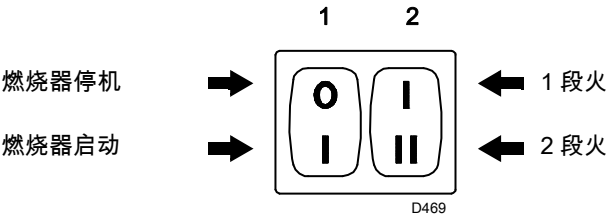
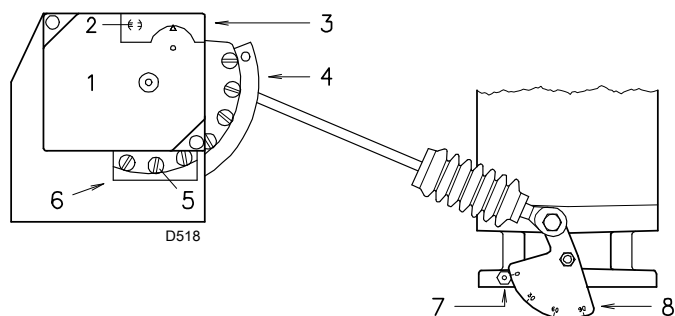

图 28
图 29
- 开关 1（图 28）至“燃烧器启动（ON）”位置；
- 开关 2（图 28）至“1 段火运行”位置。
按上述说明操作，燃烧器处于 1 段火出力运行。现在将开关 2) (图 28) 移动至 2 段火出力位置：伺服马达会开启风门挡板，同时将燃气蝶阀开启至 90°。
通过转动螺丝 5) 逐步调节凸轮 3) (图 29) 的钢带。
将开关 2) (图 28 页 24) 移动至 “1 段火出力” 位置：伺服马达 1) (图 29) 会关小风门挡板，同时将燃气蝶阀角度关至 15°，即工厂设定角度。
- 如果需要增大供气量，转为 2 段火运行，可以按开关 2) (图 28 页 24) 并逐渐平稳地增大橘色杠杆的角度，例如从 15° 逐渐增大至 17°、19°.....
通过转动螺丝 4) 逐步调节凸轮 3) (图 29) 的钢带。
使用开关 1) (图 28 页 24) 将燃烧器停机，转动凸轮中间的螺丝逐渐调节钢带的倾斜角度。